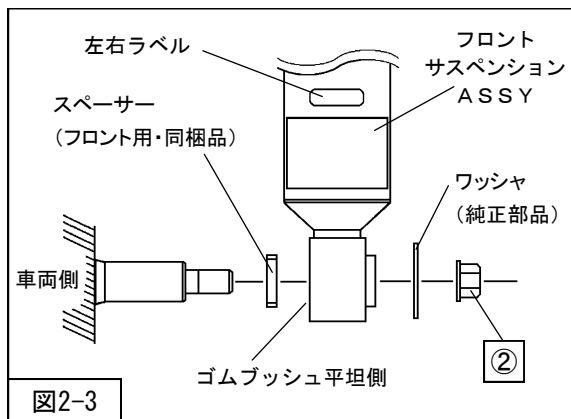

図2-3
3. フロントサスペンションASSYロー取付け部の車両側のシャフトにスペーサー（フロント用・同梱品）を取付けてください。（図2-3）
②フロントサスペンションASSYロー取付ナット（BCNR33の締付トルク：108～127N・m）（BNR34の締付トルク：89～107N・m）を取付けてください。（図2-3・図2-4）